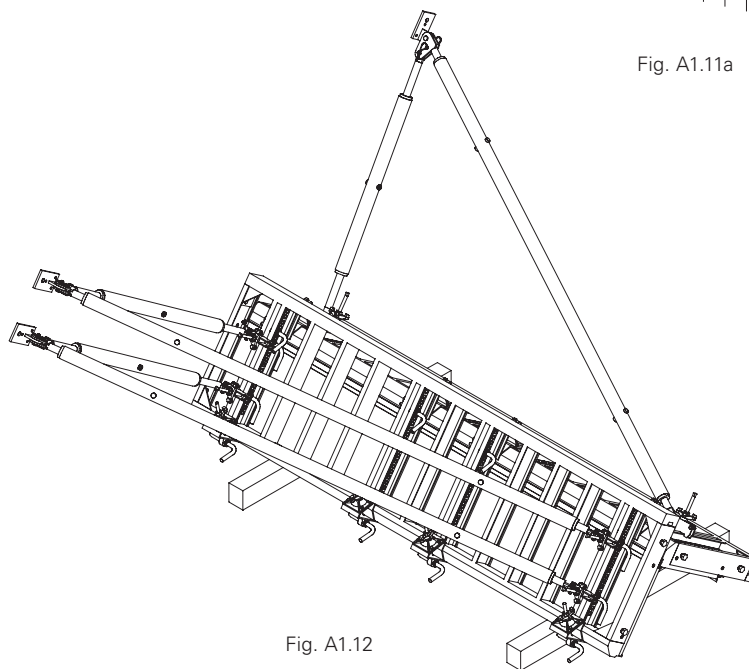

Fig. A1.12
4. Fissare bracci regolabili e puntelli di stabilizzazione con perni e inserti a molla. (Fig. A1.12)